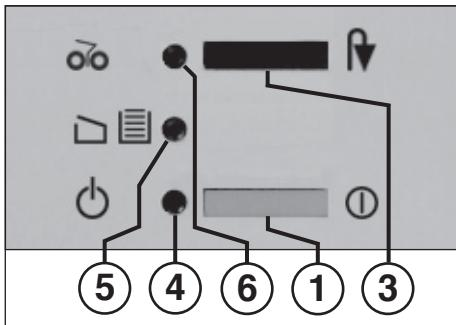

Fig. 1
#### 1 = Tryckknapp (Fig. 1)
#### 3 = Tryckbrytare (Fig. 1)
#### 4 = Kontrollampa (Fig. 1)
#### 5 = Kontrollampa (Fig. 1)
#### 6 = Kontrollampa (Fig. 1)
- Slå på strömmen med tryckknappen (1) (Fig. 1). Kontrollampen (4) (Fig. 1) tänds.
av. Kontrollangivelsen „Behållare full“ / „Dörr öppen“ (5) (Fig. 1) **blinkar**. För att indikera det stoppade skärverket tänds samtidigt kontrollangivelsen "Pappersstockning" / "Stopp" (6).
- Skjut in skjutramen med uppsamlingsväskan och stäng dörren. Kontrollindikeringen (5) släcknar (Fig. 1).
- Tryck kort på tryckbrytaren „Bakåt“ / „Stopp“ (3). Skärverket sönderdelar resten som är kvar i inmatningsenheten och kopplas sedan från. Kontrollangivelsen (6) släcknar. Sönderdelningen kan nu fortsättas.
- Kontrollindikeringen (6) tänds (Fig. 1).
- Tryck **konstant** på tryckbrytaren "Bakåt" / "Stopp" (3) och ta samtidigt ut dokumenten som matats tillbaka från maskinen.
- När de har tagits bort går skärverket automatiskt framåt, sönderdelar den rest som är kvar i inmatningsenheten och kopplas sedan från. Kontrollangivelsen (6) (bild 1) släcknar.
**Observera:** Om det inte går att ta ut dokumenten, måste man kort trycka på tryckbrytaren "Bakåt" / "Stopp" (3) igen. Skärverket upprepar nu den beskrivna proceduren automatiskt så många gånger tills den pappersrest som är kvar i skärverket har matats igenom.